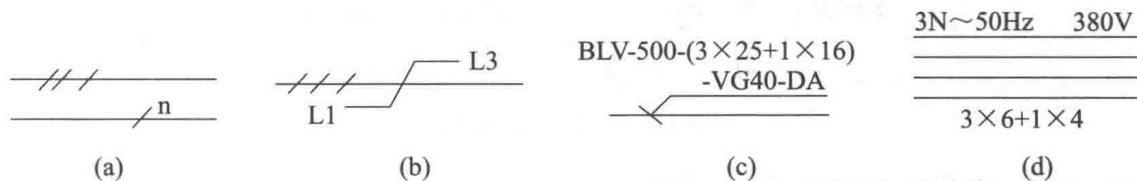

图 1-1 导线表示方法
① 导线的一般表示法。单根导线可用一般的图线表示。多根导线可分别画出，也可只画一根图线，但必须加以标志。若导线少于四根，可用短画线数量代表根数；若导线多于四根，可在短画线旁加数字表示，如图 1-1(a) 所示。
要表示电路相序的变换、极性的反向、导线的交换等，可采用交换号表示，如图 1-1(b) 所示。
要表示导线的型号、截面、安装方法等，可采用指引线指引，加标导线属性和敷设方法，如图 1-1(c) 所示。该图表示导线的型号为 BLV（铝芯塑料绝缘线），其中 3 根截面积为 25mm^2 ，1 根截面积为 16mm^2 ；敷设方法为穿入塑料管（VG），塑料管管径为 40mm，沿地板暗敷。
导线特征的表示方法是横线上面标出电流种类、配电系统、频率和电压等；横线下面标出电路的导线数乘以每根导线截面积 (mm^2)，当导线的截面不同时，可用“+”将其分开，如图 1-1(d) 所示。